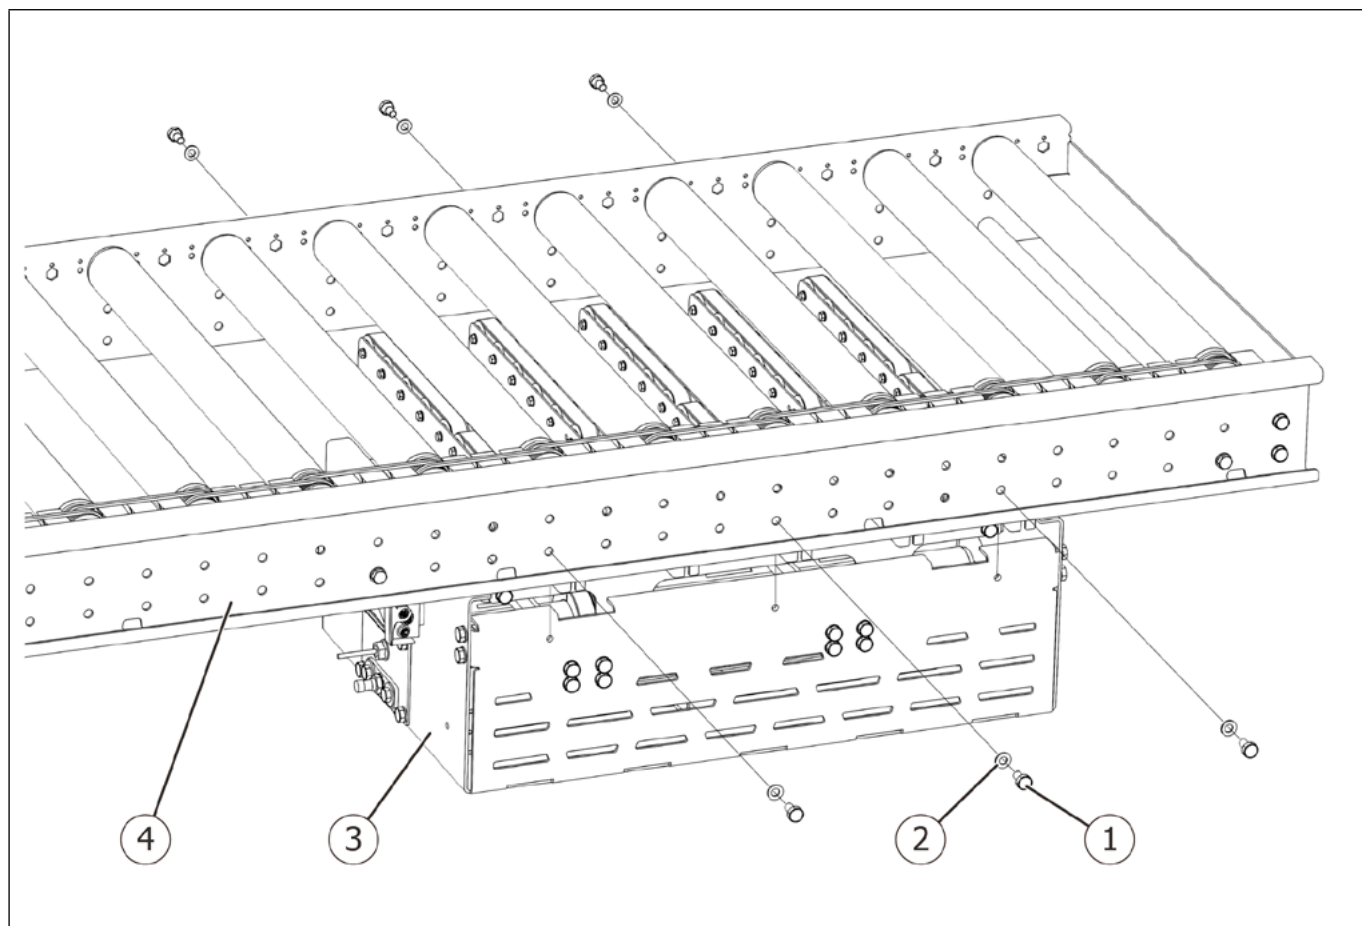

Fig. 2
4. Soulever prudemment le module avec le chariot élévateur et le placer en position de montage entre les montants latéraux du convoyeur à rouleaux (Fig. 2/4).
5. Visser le module de chaque côtés avec 3 vis à tête hexagonale (Fig. 2/1) et 3 rondelles (Fig. 2/2) sur les montants latéraux (Fig. 2/4) du convoyeur à rouleaux.